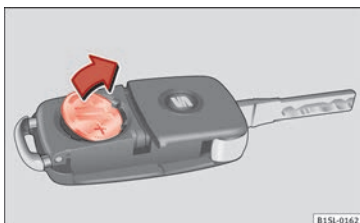

Fig. 100 Chiave del veicolo: togliere la batteria.
- Estrarre la batteria dal vano con un oggetto fino adatto » **fig. 100**.
- Posizionare la batteria nuova nel vano, premendola come indicato » **fig. 100**, in senso contrario alla freccia » ①.